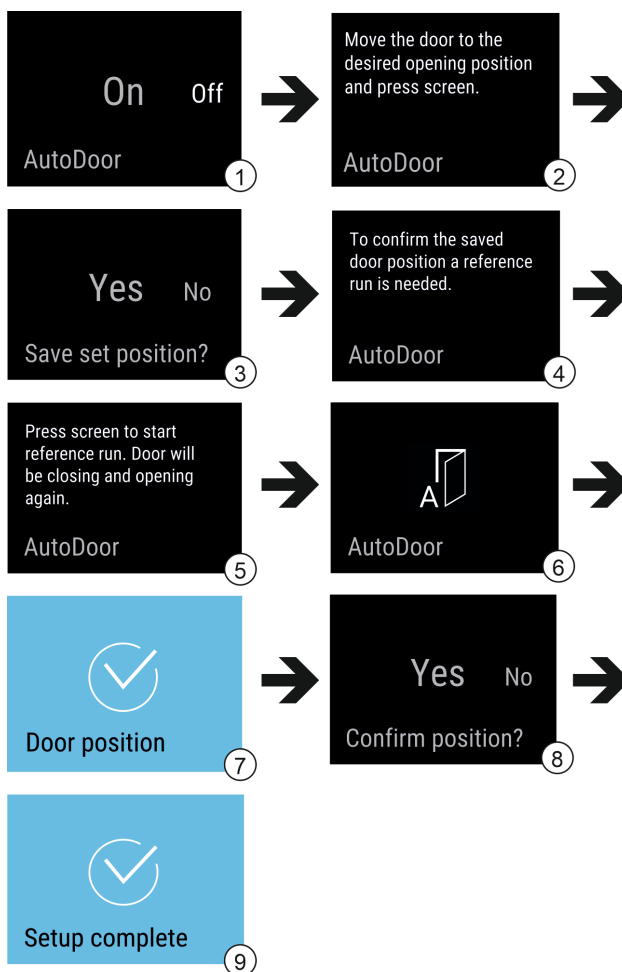

Fig. 14 Przykładowa prezentacja reklam w języku angielskim
- Aktywacja AutoDoor: Przeciągnąć wyświetlacz na On. Fig. 14 (1)
- Nacisnąć i przytrzymać wyświetlacz przez 3 sekundy. Fig. 14 (1)
- Konfiguracja kąta otwarcia drzwi: Otworzyć drzwi co najmniej 70°. Fig. 14 (2)
- Potwierdzanie kąta otwarcia drzwi: Dotknąć komunikatu na wyświetlaczu. Fig. 14 (3)
- ▶ Uruchamianie przebiegu referencyjnego: Dotknąć ekranu. Fig. 14 (5)
- ▷ Wyświetlacz miga. Fig. 14 (6)
- ▷ Przebieg referencyjny powiodł się: Wyświetlacz zmienia kolor na niebieski przez 2 sekundy. Fig. 14 (7)
- ▶ Potwierdzić kąta otwarcia drzwi. Fig. 14 (8)
- ▷ Wyświetlacz zmienia kolor na niebieski. Fig. 14 (9)